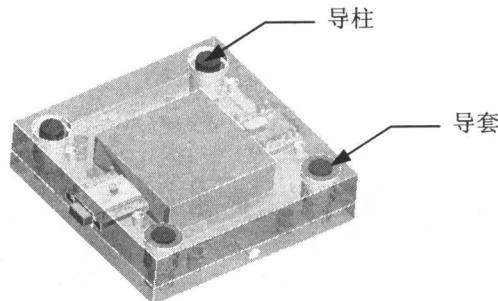

图 1-6 添加导柱和导套
- 为使凹、凸模准确地对准合模，在凹、凸模固定板上需要添加导柱和导套，如图 1-6 所示。